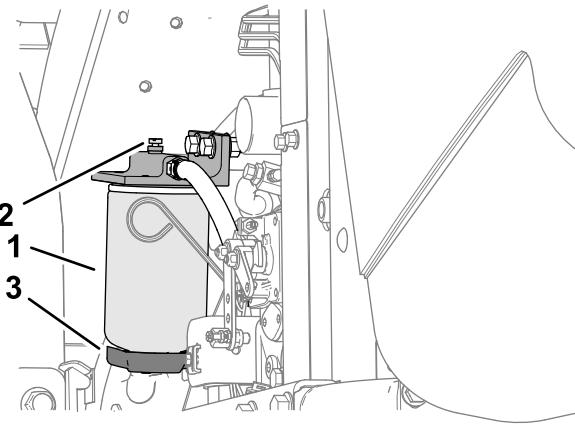

Figura 63
2. Allentate la valvola di spurgo situata nella parte inferiore della scatola del filtro (Figura 63).
1. Pulite la superficie circostante la scatola del filtro (Figura 63).